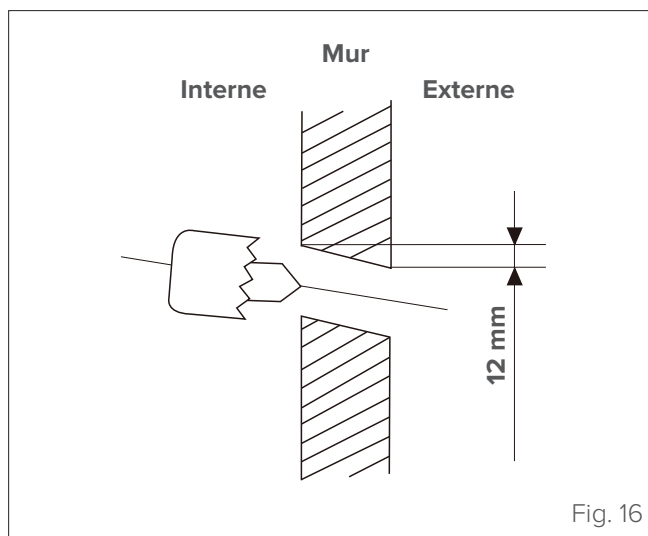

Fig. 16
- 1 Déterminer la position du trou dans le mur en fonction de la position de l'unité externe. Le trou dans le mur doit avoir un diamètre minimum de 65 mm et une légère inclinaison vers le bas pour faciliter le drainage (voir «Fig. 16»).